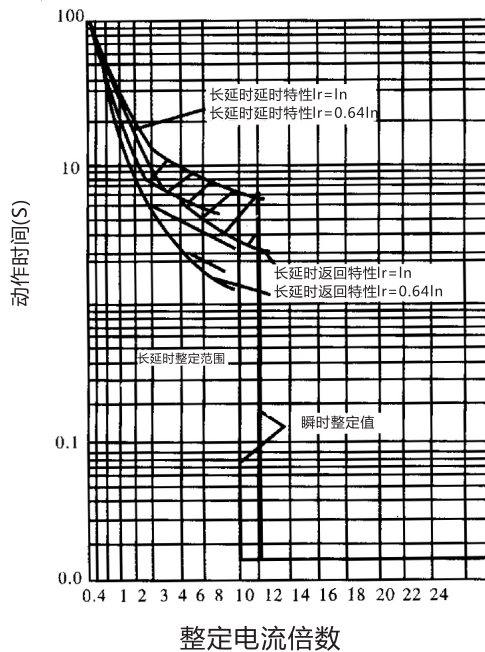

图4 热-电磁式断路器(限流断路器)过电流保护特性图
3.5.3 断路器及限流断路器的过电流脱扣器保护特性曲线见图4。